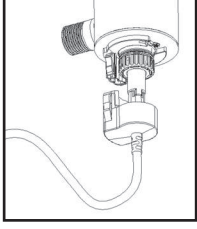

FIGURE 2C
3. Pour l'installation d'une lampe neuve, retirer d'abord la lampe de son emballage de protection; veiller encore à ne pas toucher dans le réacteur (à l'intérieur de la gaine de quartz – Figure 2B). Insérer complètement la lampe dans le réacteur, mais laisser la lampe dépasser de deux pouces hors de la chambre du réacteur. Ensuite, brancher le connecteur à la lampe UV. Le connecteur comporte un repère de positionnement qui empêche un branchement incorrect (Figure 2A). S'assurer que le connecteur soit parfaitement enfoncé sur la lampe UV (Figure 2C).